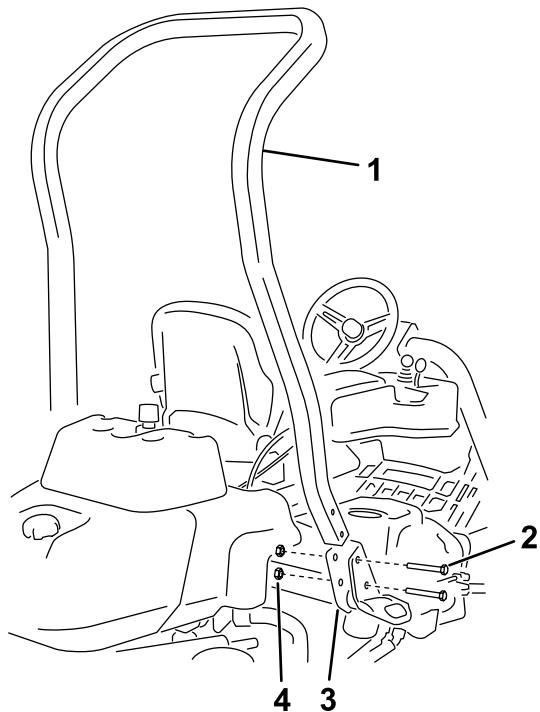

Bild 3
3. Befestigen Sie den Überrollbügel mit vier Schrauben (½" x 3¾") und vier Bundmuttern (½") an den Halterungen für den Überrollsitz an jeder Seite der Maschine, wie in Bild 3 abgebildet.